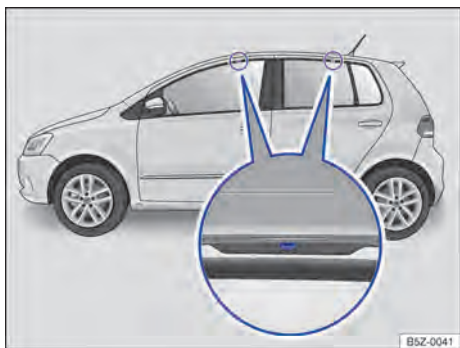

Fig. 139 Pontos de fixação dos suportes de base do bagageiro do teto (ambos os lados).
Os furos ou marcações dos pontos de fixação dos suportes de base ficam visíveis com a abertura das portas (dianteiras e traseiras) do veículo e encontram-se no lado nas vigas do teto → Fig. 139 (lupa). Os furos ou marcações para fixação atrás encontram-se no lado inferior das vigas do teto → Fig. 139 (lupa direita).
- Fixar os suportes de base somente nas marcações indicadas na figura → Fig. 139.